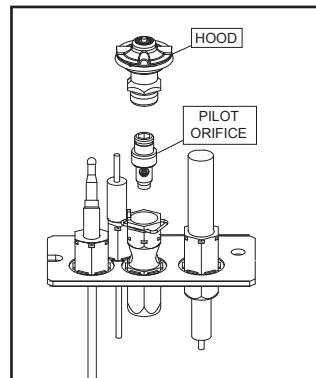

Fig. 3
- 7. Pour convertir la veilleuse, retirez la pince du côté de la veilleuse à l'aide de pinces. Retirez le capuchon de la veilleuse. À l'aide d'une clé hexagonale Allen de 5/32 po, retirez l'orifice de la veilleuse. Remplacez l'orifice par celui fourni. Replacez le capuchon de la veilleuse dans sa position d'origine et réinstallez la pince sur la veilleuse (**Fig. 3**).